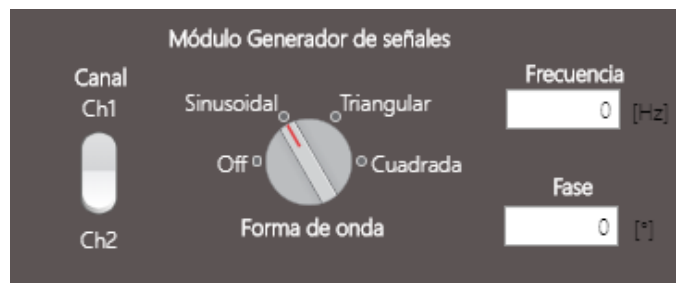

Figura 5.34: Módulo Generador de Señales
3. Ubicar el bloque de *Módulo Generador de señales*; ubicar la perilla *Forma de onda* y colocar en la posición de *Sinusoidal* (figura 5.34).